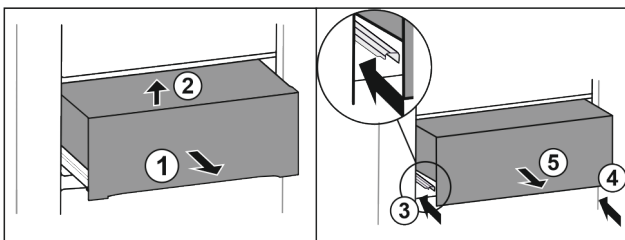

Fig. 51
- ▶ Витягніть ящик на половину. Fig. 51 (1)
- ▶ Підняти висувний ящик спереду. Fig. 51 (2)
- ▶ Вставити ліву рейку. Fig. 51 (3)
- ▶ Вставити праву рейку. Fig. 51 (4)
- ▶ Вийняти висувний ящик рухом вперед. Fig. 51 (5)